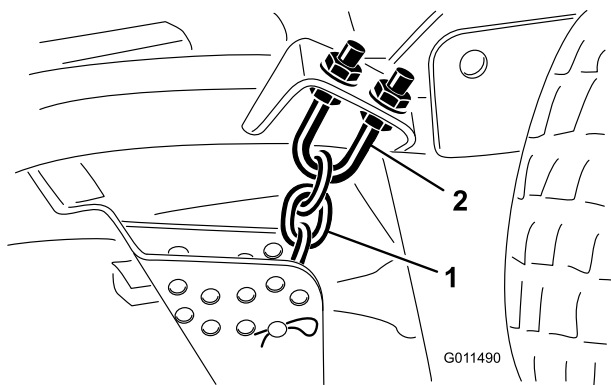

Figura 77
1. Afloje las contratueras en la parte superior o inferior del perno en U de la cadena de altura de corte (Figura 77).